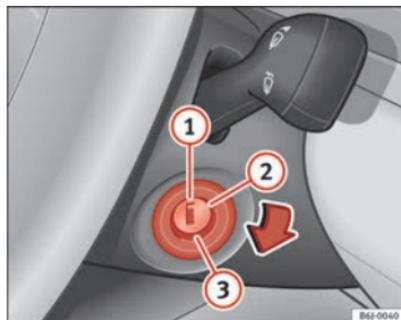

Abb. 97 Stellungen des Zündschlüssels
In dieser Stellung ⇒ Abb. 97 sind die Zündung und der Motor ausgeschaltet und die Lenkung kann gesperrt werden.
- Drehen Sie den Zündschlüssel in Stellung ⇒ Abb. 97 ②. Beim Vorglühen des Motors leuchtet die Kontrollleuchte ☞ auf.
- Wenn die Kontrollleuchte ausgeht, drehen Sie den Zündschlüssel in Stellung ③ zum Anlassen des Motors - geben Sie kein Gas.
- Drehen Sie den Zündschlüssel in Stellung ⇒ Abb. 97 ①.